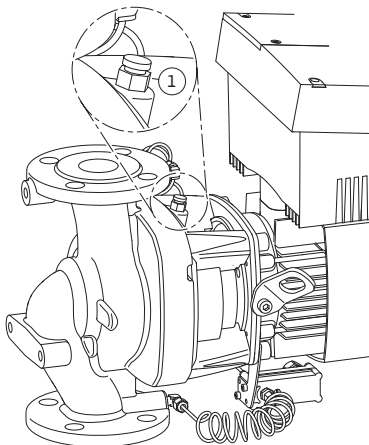

Fig.49: Zawór odpowietrzający
6. Całkowicie zredukować ciśnienie w pompie poprzez otwarcie zaworu odpowietrzającego (rys. 49, poz. 1).